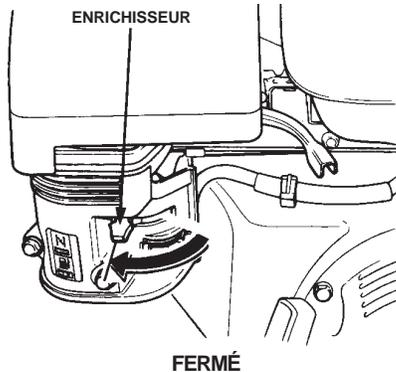

Figure 14. Enrichisseur (fermé)
- Si le moteur démarre, ramener lentement l'enrichisseur (figure 14) à la position **FERMÉ**. Si le moteur ne démarre pas, répéter les étapes 1 à 6.